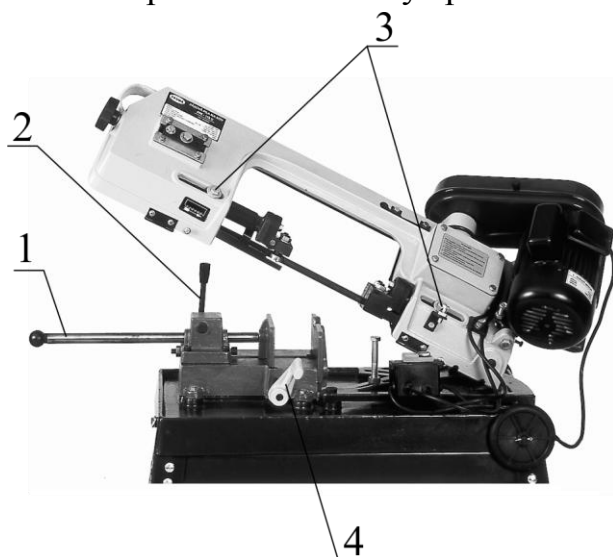

Рисунок 10.
6.2 Работа на оборудовании (см. рис. 10).